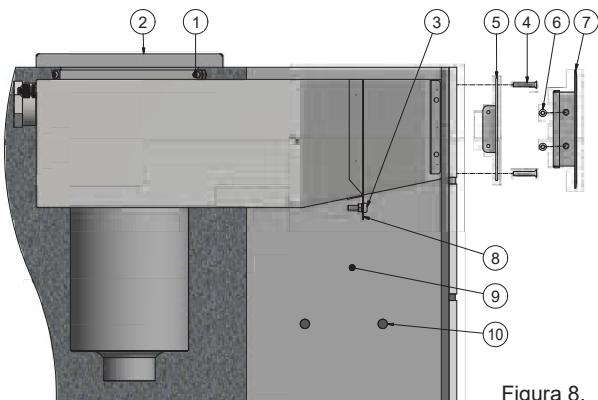

Figura 8.
3. Conecte un cable (de al menos 6 mm²)con un terminal de cable de anillo desde lasbridas de moldeado hasta la conexión a tierra (consulte la posición 3 de la figura 8). Con el producto se incluyen el tornillo, la arandela dentada y la tuerca. Si se utilizan otros componentes, debe asegurarse de que sean inoxidables (al menos A4).
8. Monte el marco de fijación y fíjelo con los tornillos incluidos (4 uds. M5x30), consulte la figura 8.